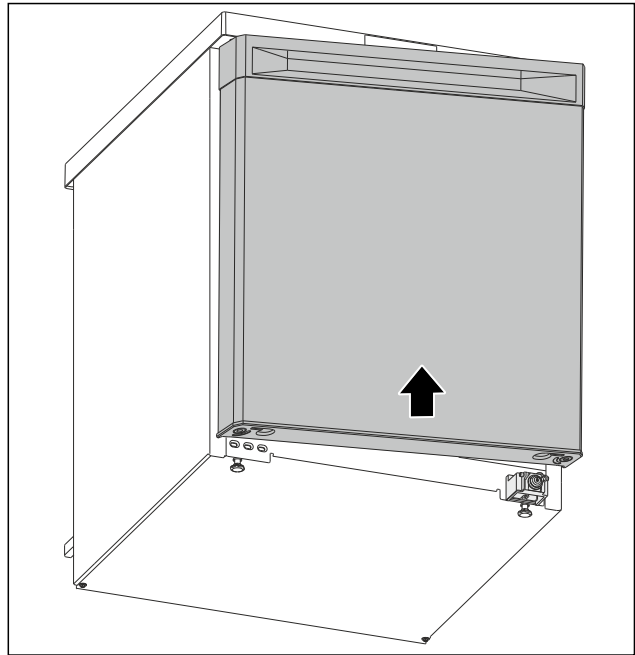

Fig. 22
- Pousser la porte ouverte sur le boulon supérieur. (voir Fig. 22)